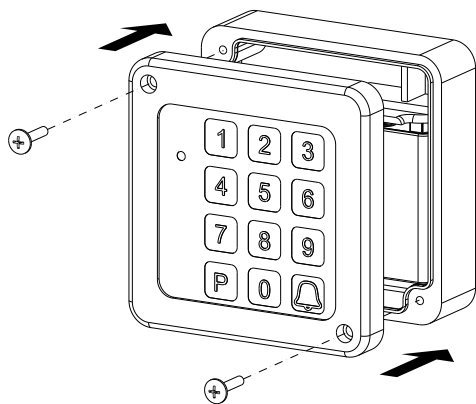

Fig. 3
- une fois que la base de l'emplacement de la batterie est fixée au support, monter la façade du clavier avec la batterie branchée en le bloquant avec les 2 vis fournies (fig. 3).
- una vez fijada la base de alojamiento de la batería al soporte, monte el frente con la batería conectada fijándolo con los 2 tornillos entregados (fig. 3).